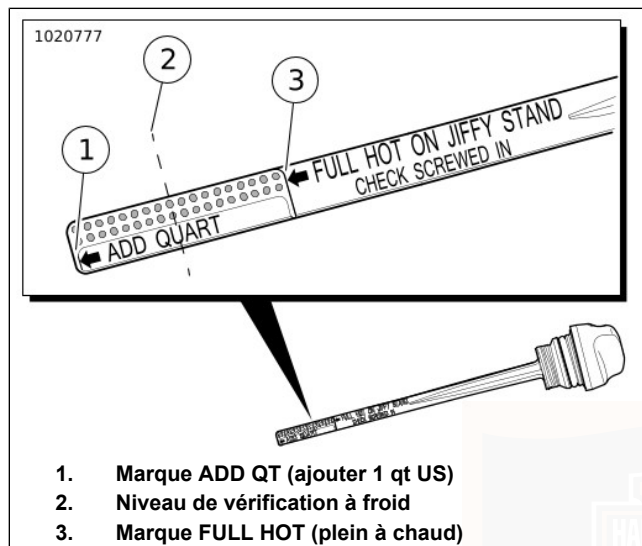

Figure 44. Jauge d'huile moteur
- e. Voir Figure 44. Vérifier le niveau d'huile. Le niveau d'huile à froid correct est le point médian (2) entre les repères ADD QT (ajouter qt) (1) et FULL HOT (plein à chaud) (3) sur la jauge.
5. Vérifier le niveau d'huile. Ajouter juste assez d'huile pour amener le niveau d'huile entre le repère ADD QT (1) et le repère FULL HOT (3).
e. Voir Figure 44. Vérifier le niveau d'huile. Le niveau d'huile doit être entre les repères ADD QT (ajouter qt) et FULL HOT (plein à chaud) sur la jauge.